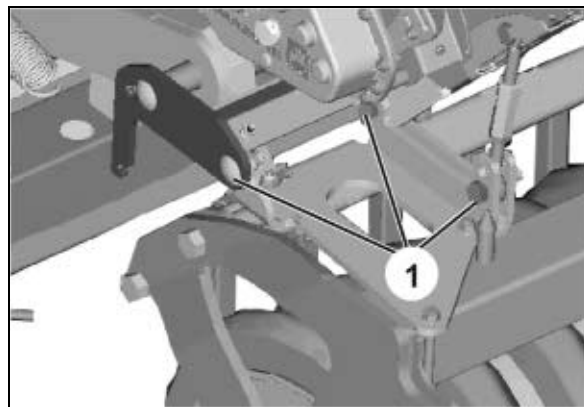

Fig. 27
- 5.2 Rechts: 3 boutverbindingen (Fig. 27/1) monteren.